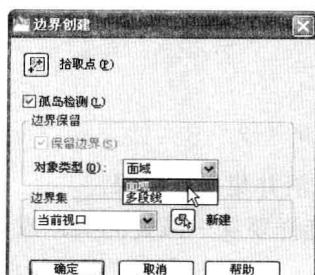

图 6-4-4
- (1) 在“绘图”面板中单击“边界”按钮 \square ，或者选择菜单命令“绘图/边界”。
- (2) 打开“边界创建”对话框，在“对象类型”右侧单击下拉按钮 \square ，在下拉列表中选择“面域”，如图 6-4-4 所示。